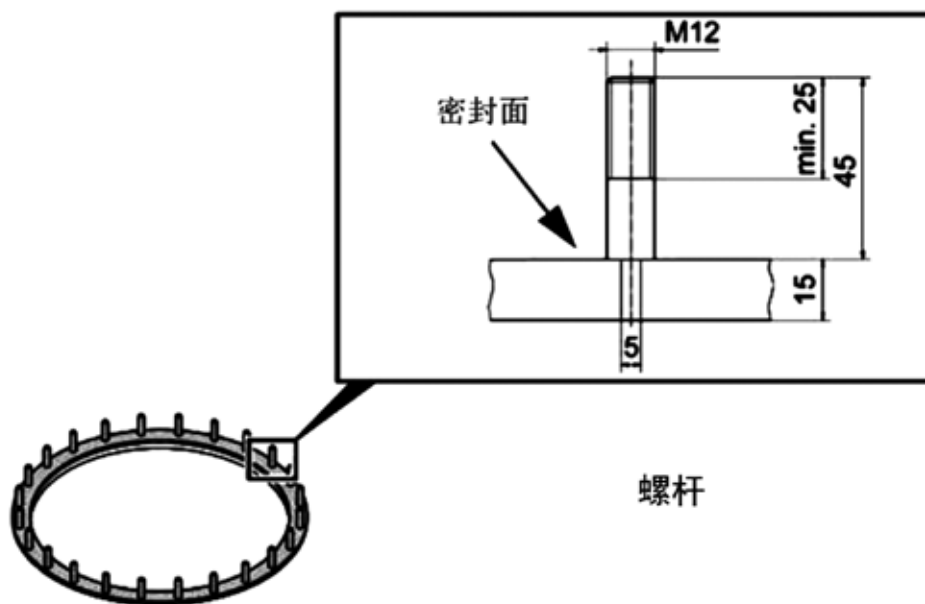

图 8 在安装法兰上安上螺杆
2. 在安装法兰上安上螺杆 (M12, 最大长度 = 45mm) (图 8 在安装法兰上安上螺杆)